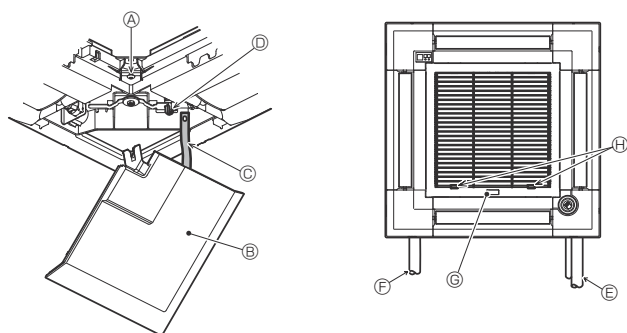

Fig. 9-12
9.5. Montaż kratki wlotowej (Fig. 9-12)